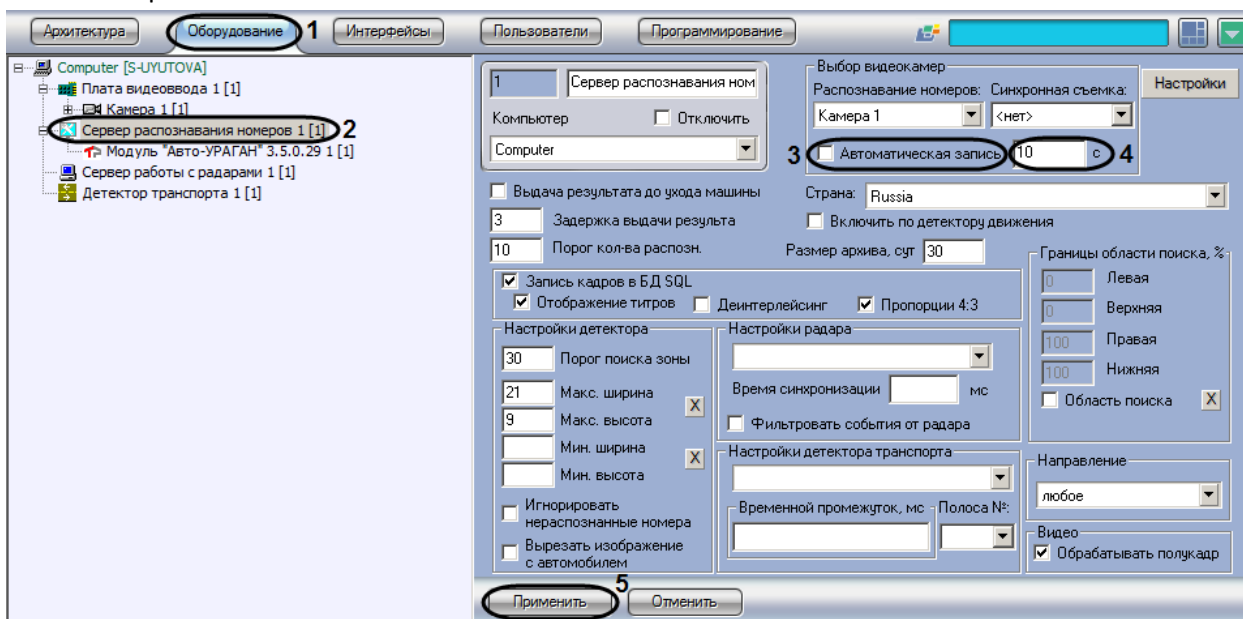

Рис. 7.2—8. Настройка параметров автоматической записи сигнала
1. В диалоговом окне «Настройка системы» перейти на вкладку «Оборудование» (Рис. 7.2—8, 1).
2. В дереве объектов на вкладке «Оборудование» выбрать объект «Сервер распознавания номеров», соответствующий активированному программному модулю (см. раздел «Активация программного модуля, используемого для распознавания номеров», Рис. 7.2—8, 2). В правой части вкладки «Оборудование» отобразится панель настройки выбранного объекта.
3. Установить флажок «Автоматическая запись» для активации функции автоматической записи видеосигнала при распознавании номерного знака транспортного средства (см. Рис. 7.2—8, 3).
4. Указать длительность записи видеосигнала, осуществляющегося при распознавании номерного знака транспортного средства (см. Рис. 7.2—8, 4).
5. Нажать кнопку «Применить» (см. Рис. 7.2—8, 5).